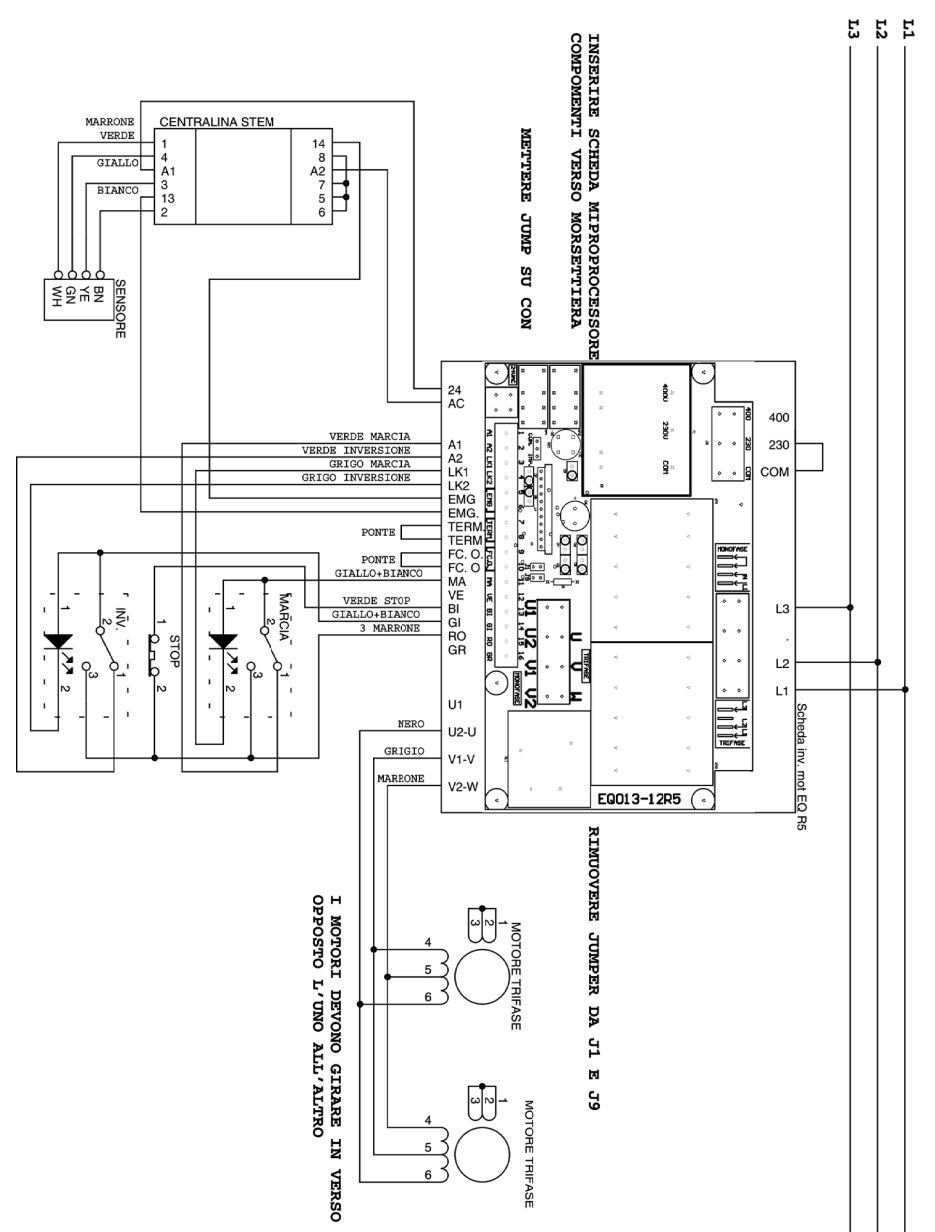

Fig. 2.4.3
2.4.3 - Schéma électrique triphasé à 230V (Fig. 2.4.3)